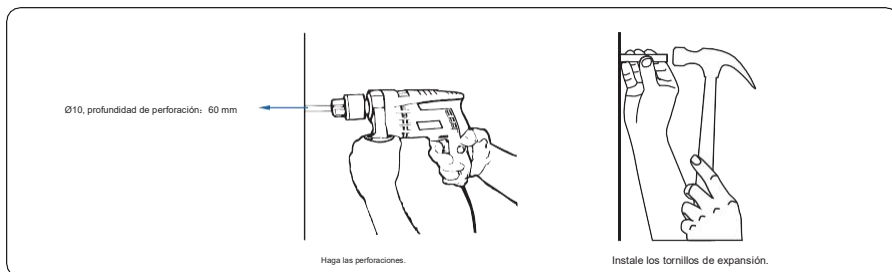

Figura 4.12 Perforaciones y tornillos de expansión (unidad: mm)
Paso 4 Haga los agujeros con un taladro de percusión e instale tornillos de expansión, tal como se muestra en la figura 4.12.